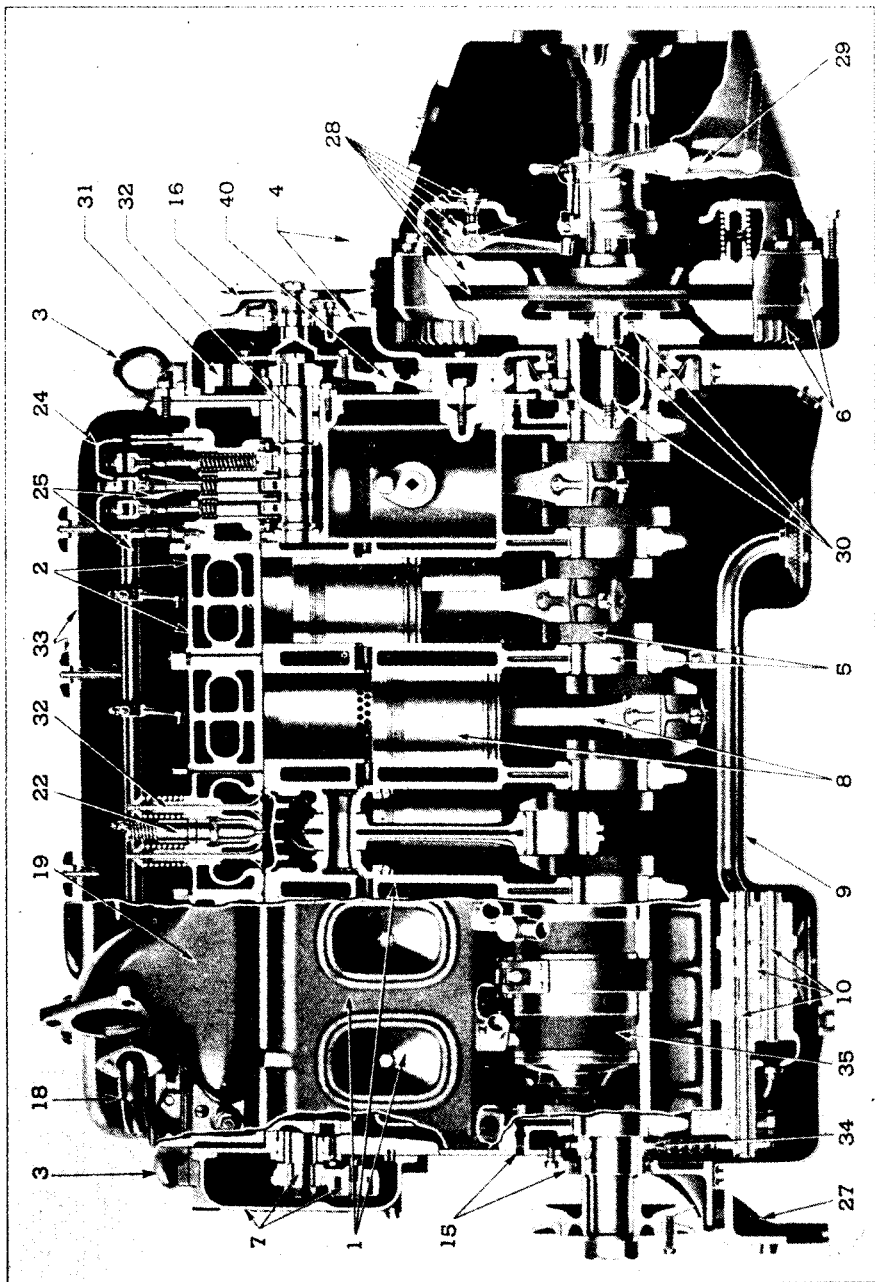

Рис. 14. Продольный разрез дизель-мотора 6004 (Вид сбоку).
2. Установка двигателя (рис. 14 и 15).